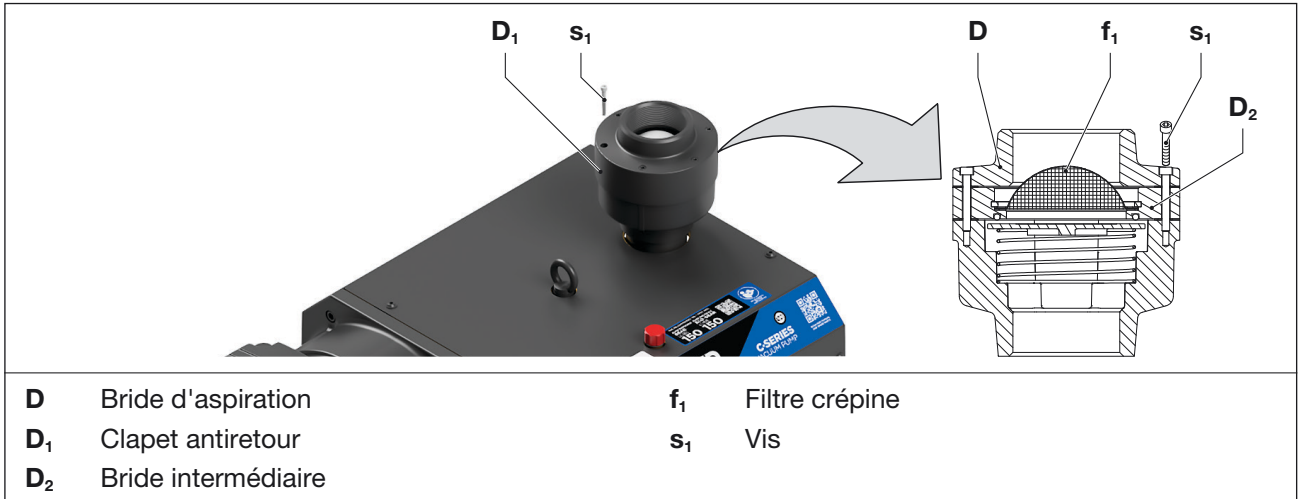

Fig. 6 Filtre crépine
- b) Retirez la bride d'aspiration (Fig. 6/D) après avoir desserré les vis (Fig. 6/s₁).
- c) Retirez la bride intermédiaire (Fig. 6/D₂) avec le filtre crépine (Fig. 6/f₁).
- d) Nettoyez le filtre crépine (fig. 6/f₁). Contrôlez également l'état de contamination du clapet antiretour (Fig. 6/D₁) et nettoyez-le si nécessaire.
e) Remontez la bride intermédiaire (Fig. 6/D₂) avec le filtre crépine (Fig. 6/f₁) ainsi que la bride d'aspiration (Fig. 6/D) et serrez les vis (Fig. 6/s₁). Couple de serrage : 10 Nm.